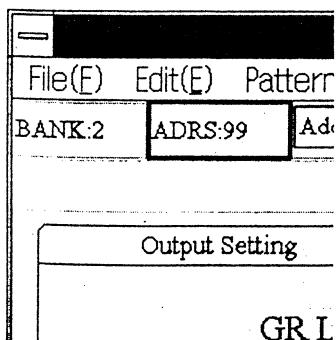
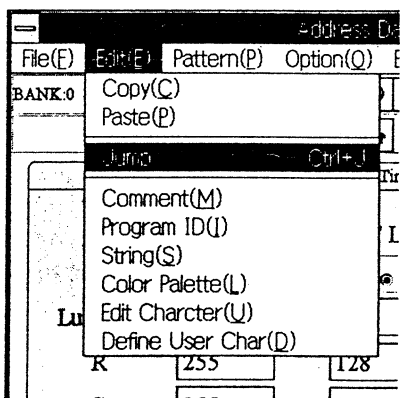

図4.2
図4.3
- ①図4.2の「ADRS」の所をマウスでダブルクリックするか、図4.3のようにEdit(E)のJump(J)を実行します。